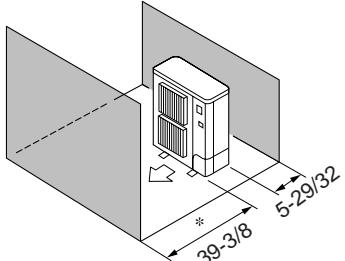

Fig. 2-6
⑤ Obstáculos sólo en la parte delantera y trasera (Fig. 2-6)